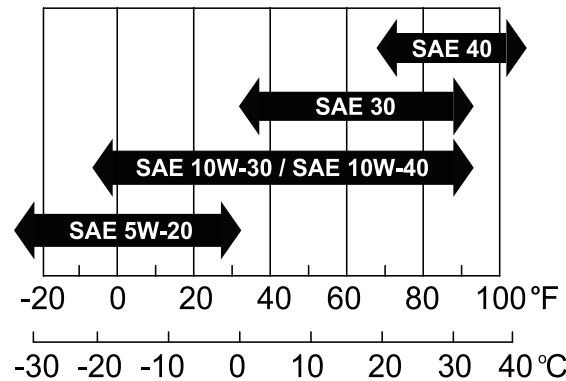

Figura 35
- Viscosidad:** SAE 30; consulte otras viscosidades en la tabla siguiente (Figura 35):